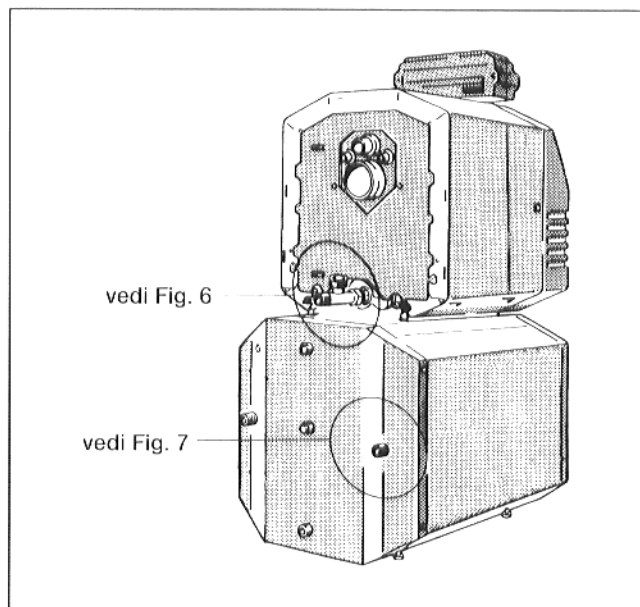
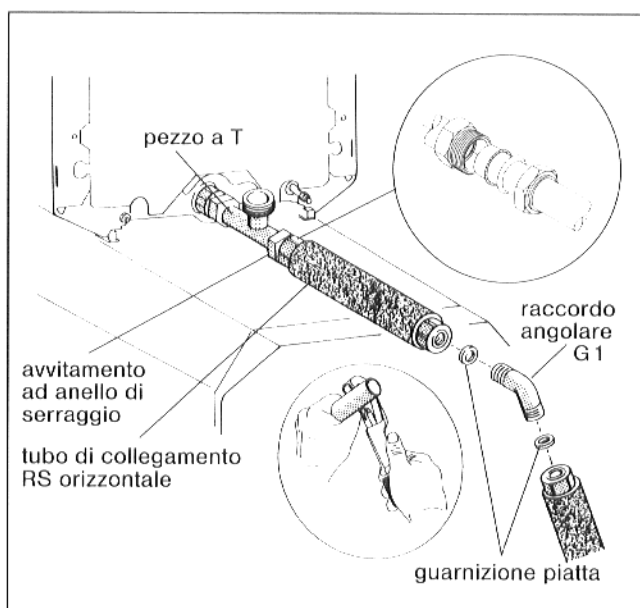

Fig. 5
Fig. 6
- Avvitare bene l'avvitamento ad anello di serraggio con guarnizione piatta con l'uscita posteriore del pezzo a T (volume di fornitura della caldaia) (Fig. 5 e Fig. 6).
- Se necessario, tagliare a misura il tubo di collegamento orizzontale per il ritorno accumulatore RS per una misura corrispondente a quella indicata nella tabella (Fig. 6).
- Spingere il dado a risvolto, l'anello di serraggio e l'anello di guarnizione ad O 26 x 3 sul tubo di collegamento orizzontale RS (tagliato a misura) e spingere il tubo di collegamento nel particolare inferiore di avvitamento. Avvitare forte il dado a risvolto con il particolare inferiore di avvitamento (Fig. 6).
- Applicare la guarnizione piatta nel dado a risvolto del tubo di collegamento appena montato ed avvitare il raccordo ad angolo G 1 con il tubo di collegamento (Fig. 6).
- Applicare la guarnizione piatta nel dado a risvolto sul lato lungo del tubo piegato ad angolo RS ed avvitare con il raccordo ad angolo (Fig. 6).